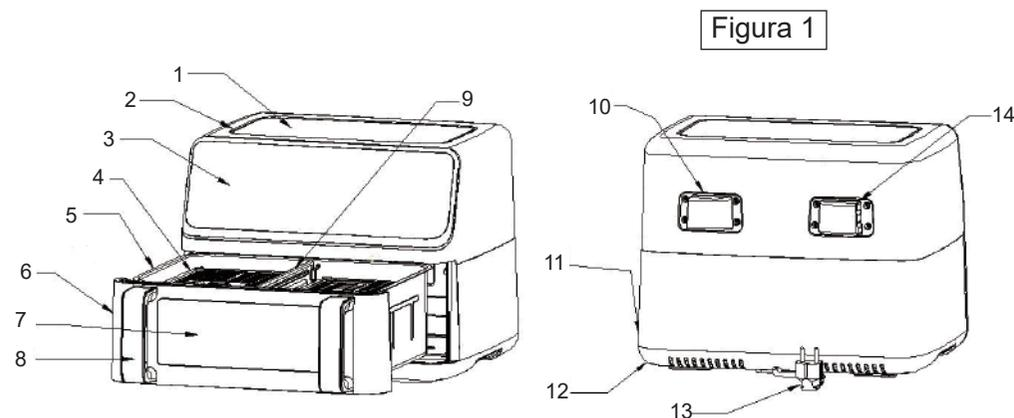

Figura 2
- Qualsiasi superficie accessibile potrebbe surriscaldarsi durante l'uso. (Figura 2)